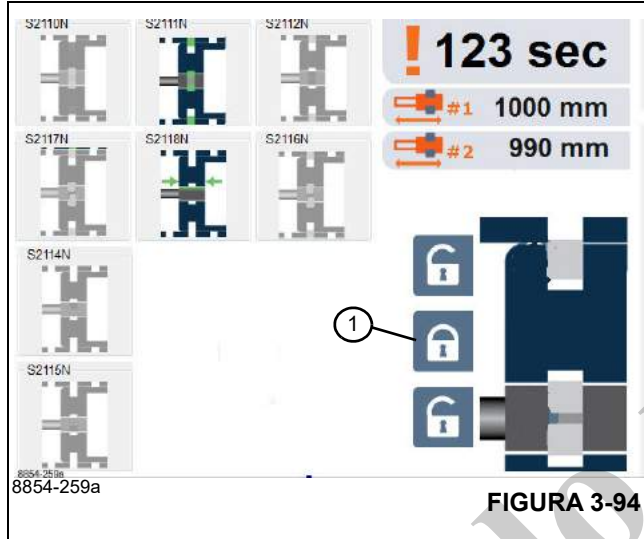

FIGURA 3-94
La sección telescópica puede bloquearse (si el accionador puede liberar los pasadores de sección y si la sección de pluma telescópica está realmente alineada con un agujero de fijación). La vista debe aparecer como se muestra en la (Figura 3-94). En particular, S2111N debe estar conectado.
Si la sección telescópica está bloqueada (se indica normalmente en la (Figura 3-94)), puede intentar desbloquear el cilindro telescópico.
En ninguna circunstancia se debe seleccionar y pulsar el símbolo de bloqueo (1), (Figura 3-94), cuando el cilindro telescópico esté en movimiento.
El cilindro telescópico está bloqueado si el accionador puede liberar los pasadores del cilindro y el cilindro telescópico está realmente alineado con un agujero de ubicación de sujeción en la sección de pluma. La vista debe aparecer como se muestra en la (Figura 3-94).